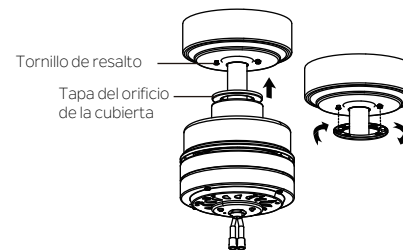

Fig. 15
Paso 3. Sujete con firmeza y ajuste la tapa del orificio de la cubierta sobre los tornillos de resalto en el soporte de montaje utilizando la ranura principal de cierre por torsión. (Fig. 15)